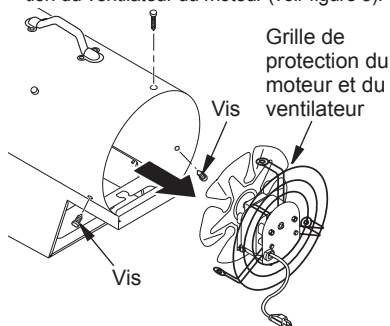

Figure 6 - Retrait de la grille de protection du moteur et du ventilateur de l'appareil de chauffage
2. Retirez le moteur et la grille de protection du ventilateur de l'habillage de l'appareil de chauffage (voir figure 6).
- 2 Retirez le moteur et la grille de protection du ventilateur de l'habillage de l'appareil de chauffage (voir figure 6, page 7).